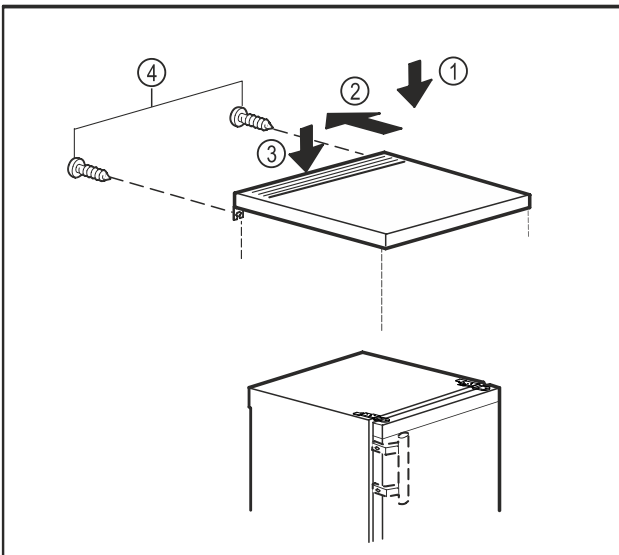

Fig. 19
- ▶ Umístěte stolovou desku na spotřebič. Fig. 19 (1)
- ▶ Stolovou desku posuňte dozadu. Fig. 19 (2)
- ▶ Stlačte stolovou desku dolů. Fig. 19 (3)
- ▶ Utáhněte šrouby na zadní straně. Fig. 19 (4)